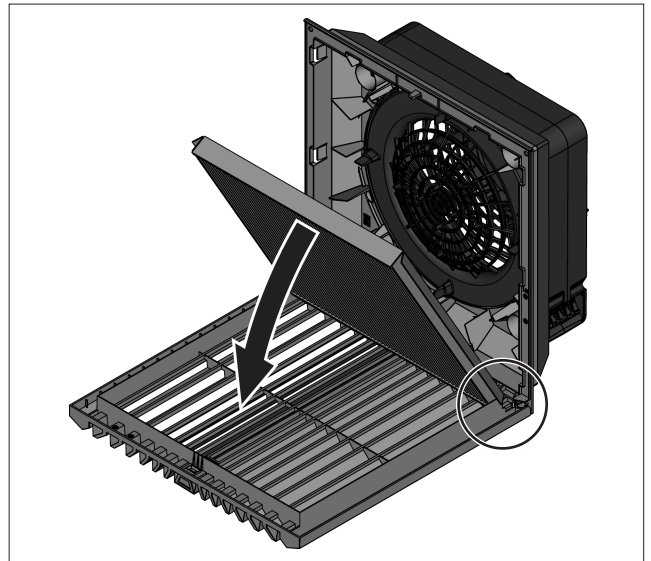

Imagen 11: Instalación del filtro plisado IP54
- Inserte un nuevo filtro plisado en la rejilla. La inscripción «Top» indica la dirección de inserción (ver imagen 11).